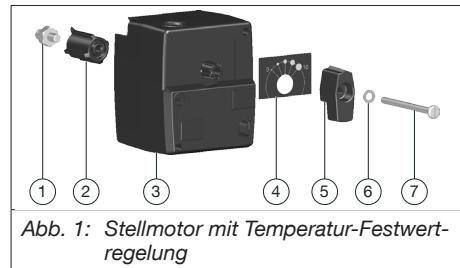

Abb. 1: Stellmotor mit Temperatur-Festwertregelung
2. Setzen Sie den beiliegenden Adapter (Position 2 in Abb. 1 auf Seite 7) auf das Mischerküken.
3. Verschrauben Sie die Verdrehsicherung (Position 1 in Abb. 1 auf Seite 7) fest am Mischergehäuse (siehe Abb. 3 auf Seite 9).
4. Setzen Sie den Stellmotor (Position 3 in Abb. 1 auf Seite 7) auf den Adapter (siehe Abb. 4 auf Seite 10).
6. Montieren Sie die Drehrichtungsanzeige, den Drehgriff, die Fächerscheibe und die Schraube (Positionen 4, 5, 6 und 7 Abb. 1 auf Seite 7) (siehe Abb. 5 auf Seite 10).